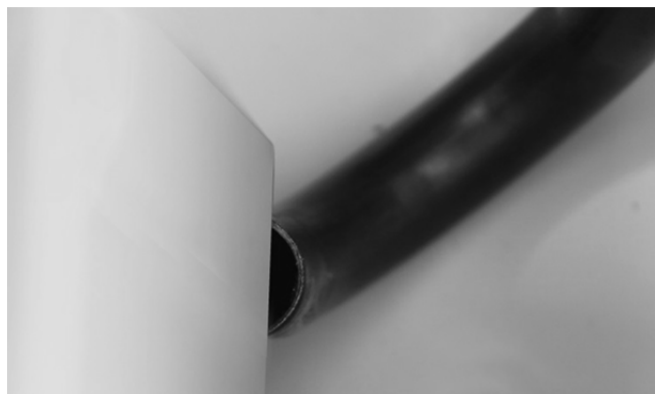
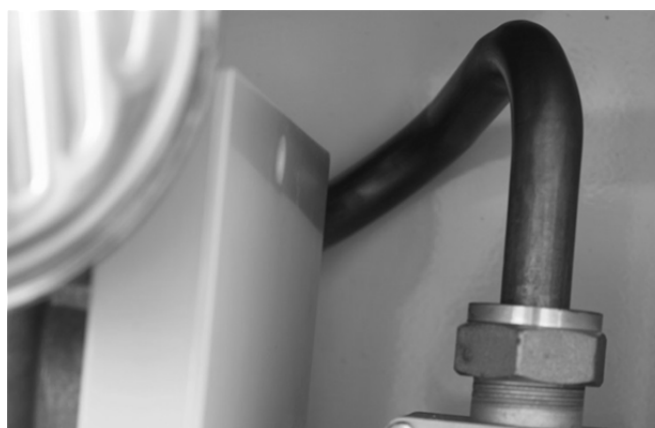

Fig. 6: Faux Position d'installation du tuyau de gaz au boîtier de mélange air/gaz
Fig. 7: Correct Position d'installation du tuyau de gaz au boîtier de mélange air/gaz
- ➔ Faites attention que le tuyau de gaz soit correctement positionné dans le boîtier de mélange air/gaz (v. Fig. 6-Fig. 7).